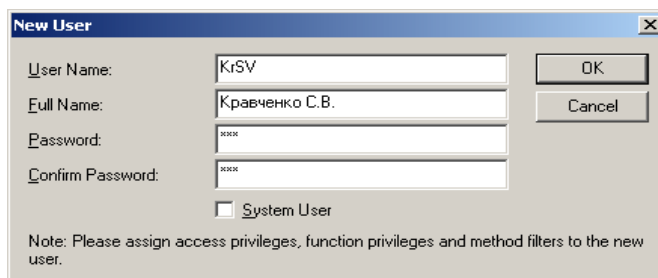

Рис. 1. Окно задания имени пользователя и его пароля
5. Для добавления пользователей в режиме *ARIS Explorer* вызовите контекстное меню группы *Users* только что созданной базы данных. Выберите пункт *New / User*. В появившемся диалоговом окне (рис. 1) укажите следующие сведения: